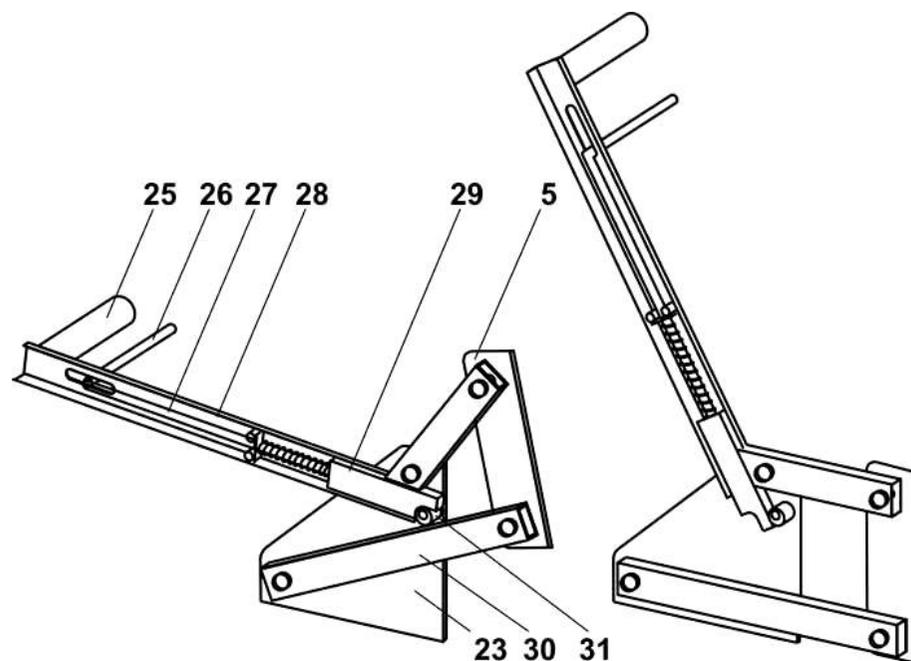

Рисунок 3. Подъемный механизм.
**Подъемный механизм 22** служит для подъема циклона 6 вместе с крышкой 10 над бункером 4 и их фиксации в двух положениях - (Рисунок 3) **нижнем А** (рабочем) и **верхнем В** (для обслуживания бункера и циклона). Подъемный механизм включает в себя две пары рычагов, выполненных из труб прямоугольного сечения - верхних (Г-образных) 28 и нижних 30, каждый из которых установлен на двух осях между кронштейнами 23 и 5. Между кронштейнами 23 установлены также два эксцентричных упора 31. Внутри верхних рычагов скользят стержни 29, с которыми связаны штоки 27. На штоках установлены пружины сжатия, поджимающие стержни 29. Верхние рычаги 28 соединены друг с другом поручнем 25, а штоки 27 - тягой 26.